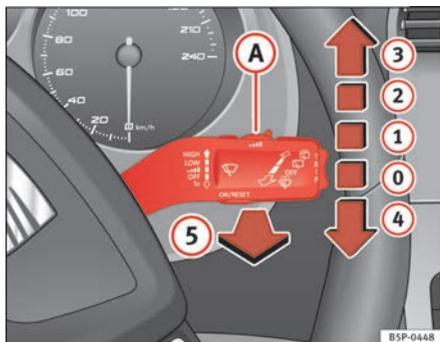

Fig. 84 Manípulo do limpa/lava-vidros
A alavanca do limpa-vidros ⇒ fig. 84 tem as seguintes posições:
- Se o veículo parar com o limpa pára-brisas em funcionamento na posição  ⇒ página 129, fig. 84 ou , passará automaticamente a funcionar numa posição inferior. Se o veículo voltar a arrancar, é de novo activado o nível do limpa-vidros que foi seleccionado